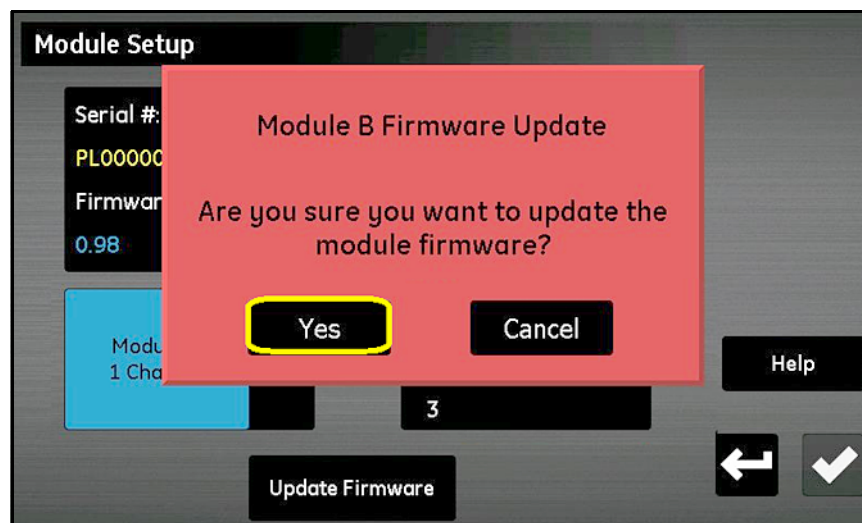

Figure 96: Écran de confirmation
6. Touchez **MàJ micrologiciel** ; le moisture.IQ vous invite à confirmer que vous souhaitez mettre à jour le micrologiciel du module (voir *Figure 96* ci-dessous). Touchez **Oui**.